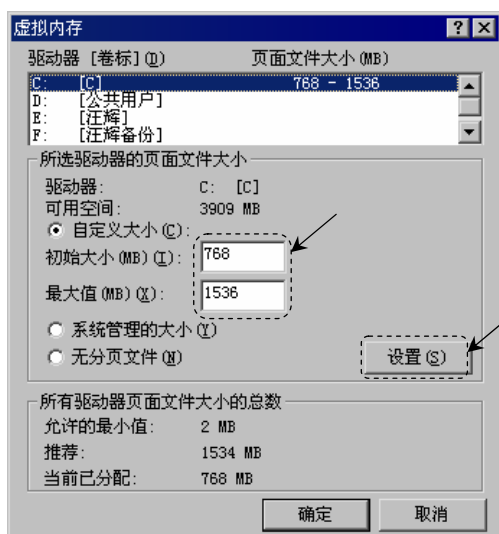

图 2.3.7 “虚拟内存”对话框
Step5. 系统弹出图 2.3.7 所示的“虚拟内存”对话框，可在 **初始大小 (MB) (I):** 文本框中输入虚拟内存的最小值，在 **最大值 (MB) (M):** 文本框中输入虚拟内存的最大值。虚拟内存的大小